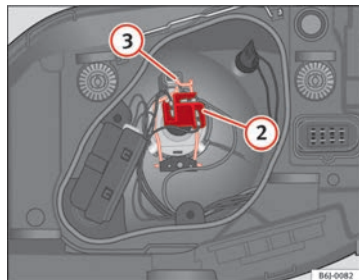

Fig. 156 Feu de croisement/de route projecteur simple
- Retirez le connecteur ⇒ fig. 156 ② de l'ampoule.
- Décrochez le ressort entrebâilleur ⇒ fig. 156 ③ en le pressant vers l'intérieur et vers la droite.